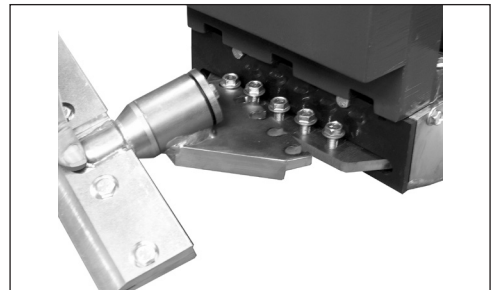

ABB. 8
- Montieren Sie das angewinkelte Anbauelement am Schneidkopfträger (Abb. 8).